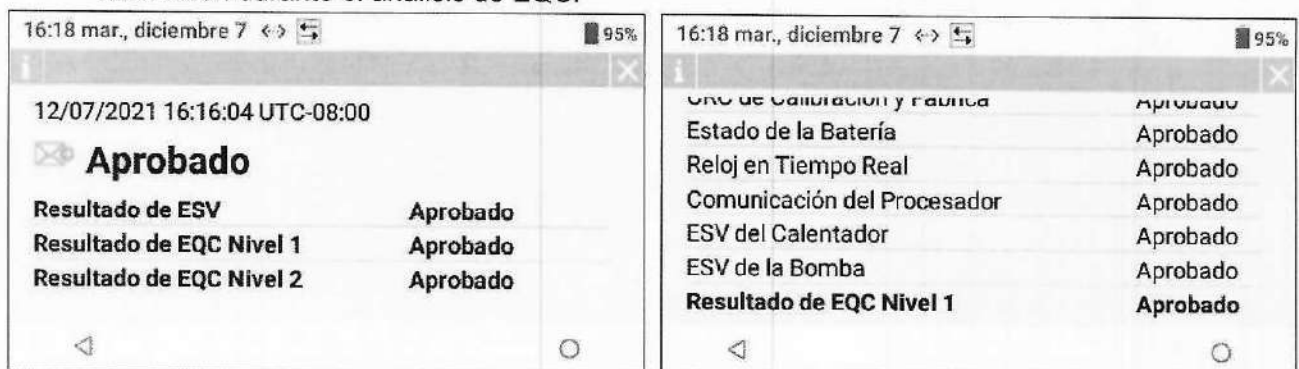

Figura 63: Ver los detalles de los resultados del análisis
- **Ver detalles del resultado de la prueba:** seleccione  (Detalle) y se mostrará información detallada del resultado del análisis. Seleccione **Resultado de ESV**, **Resultado de EQC Nivel 1** o **Resultado de EQC Nivel 2** (Figura 63) para mostrar los componentes individuales que se analizaron durante el análisis de EQC.